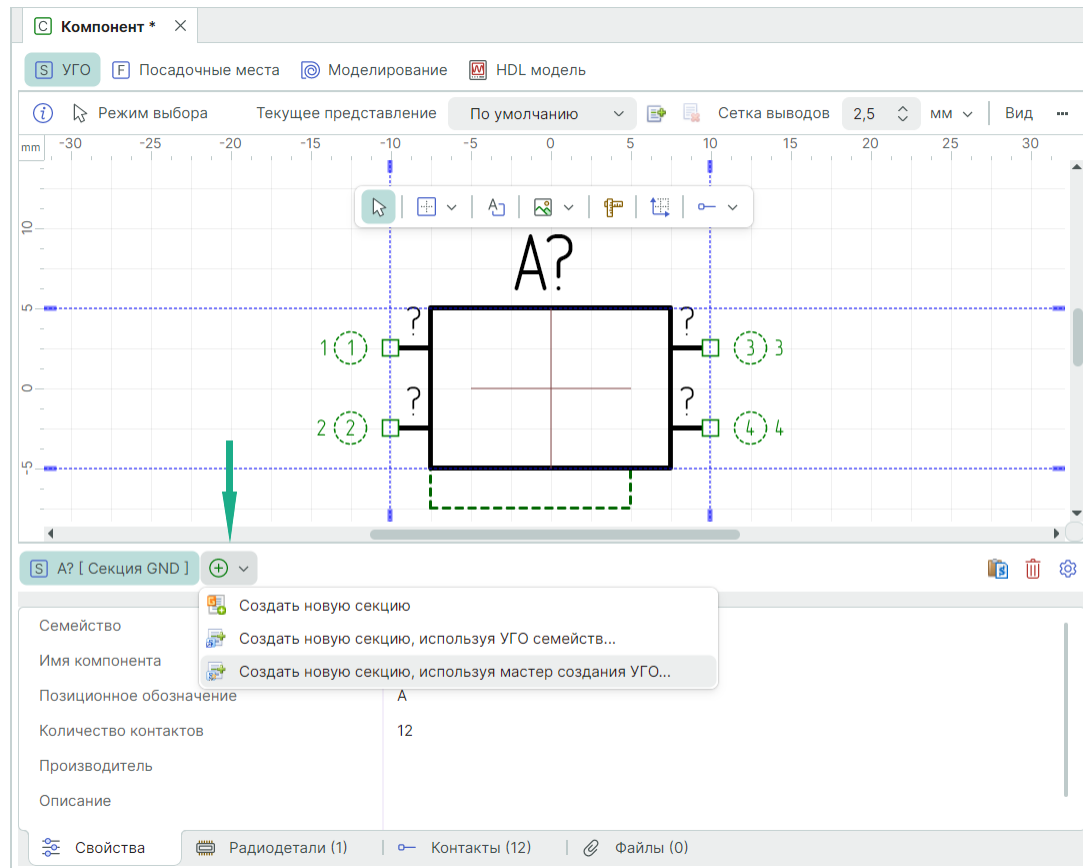

Рис. 217 Запуск мастера создания УГО
1. Нажмите иконку  создания новой секции и в открывшемся меню выберите пункт «Создать новую секцию, используя мастер создания УГО...», см. Рис. 217.